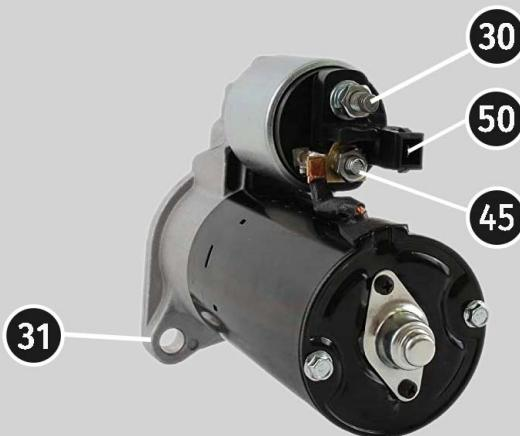

Рисунок 25. Расположение клемм на стартере
3. Разъем стенда «50» кабелем подключите к управляющему выводу соленоида стартера клемма 50, см. рис. 25.
4. Провода универсального диагностического кабеля К30 и К45 подключите к соответствующим клеммам стартера см. рис. 25.